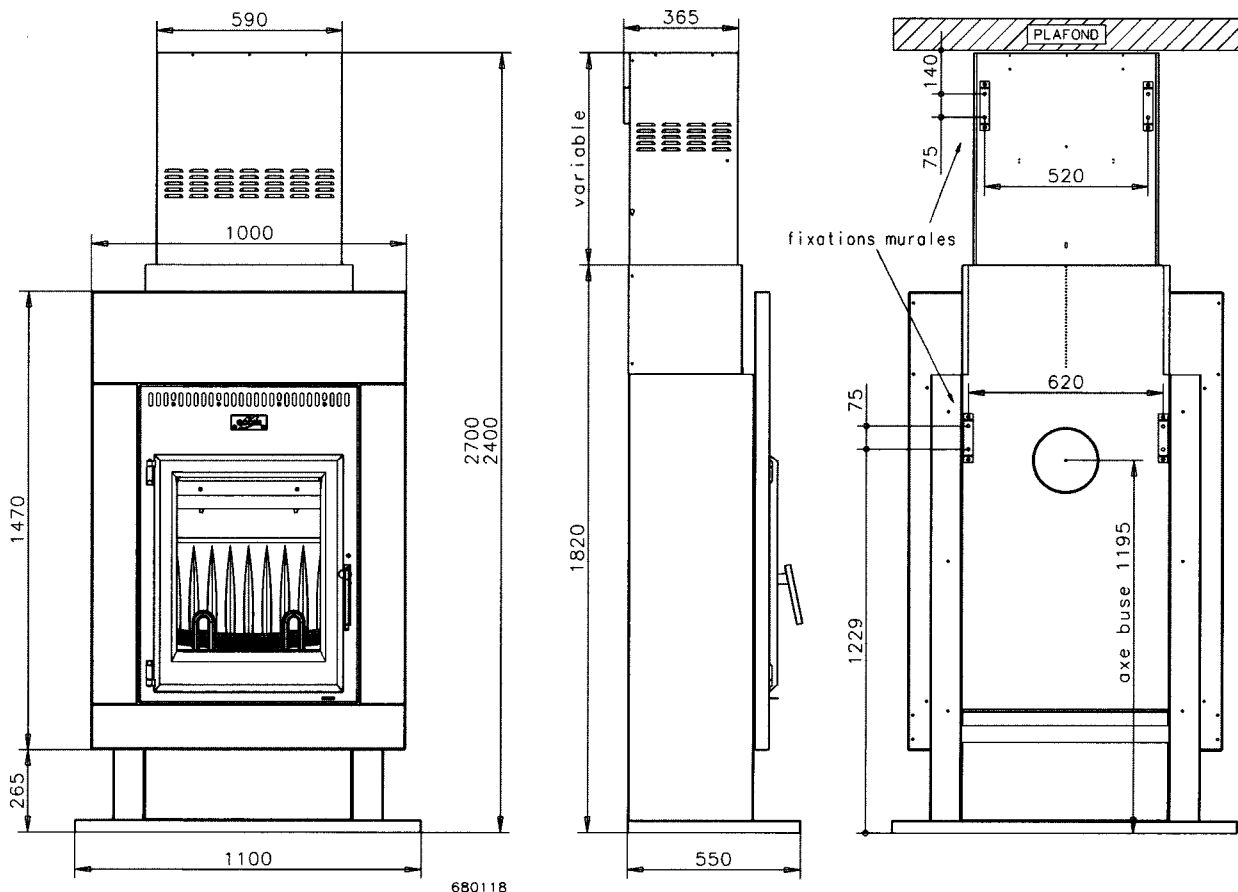

Fig. 1
- 1) Positionner les 4 pattes de fixation⁵ (fig.4). Les côtes à respecter pour ce positionnement sont visibles sur la figure 1.